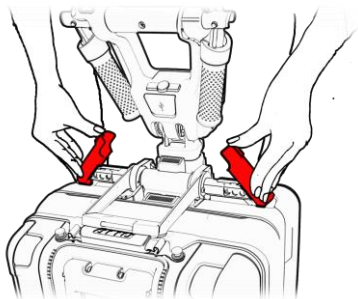

Figura 57
3. Cierre las dos palancas de separación hasta que hagan clic (consulte la Figura 57). En caso de que las palancas de separación requieran una cantidad significativa de fuerza para funcionar, aplique presión horizontal sobre la manija de la consola hacia el centro del ATTO. Esto aliviará la presión sobre las palancas de separación y facilitará su cierre.